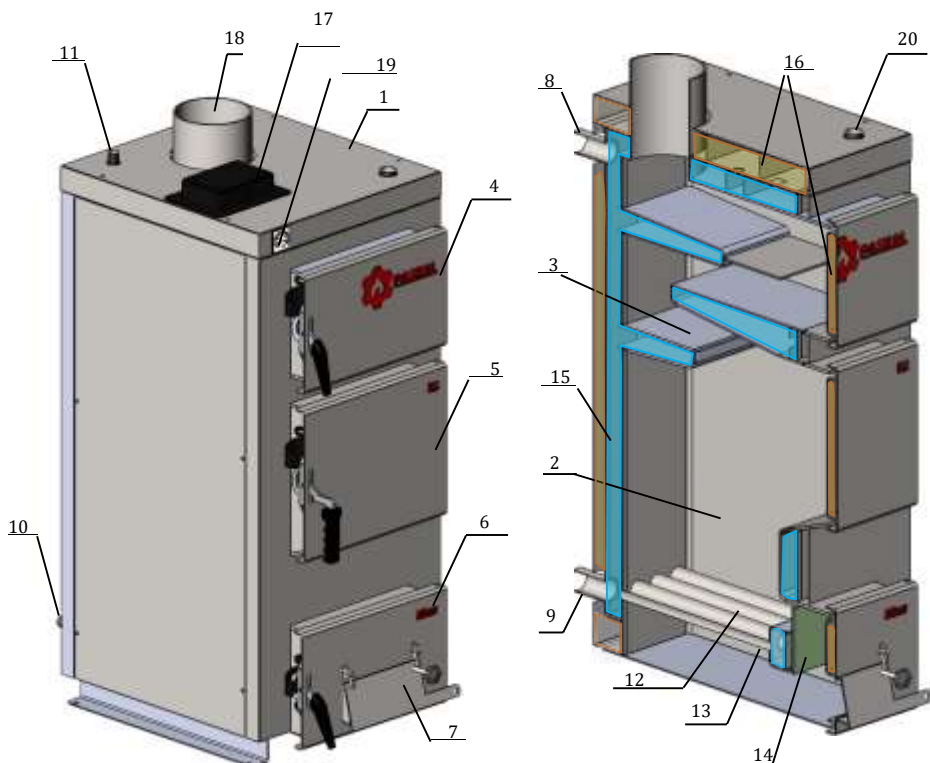

Рисунок 2 – Зовнішній вигляд та основні елементи котла ЕС (ECO)
Конструктивно котел являє собою збірно-зварену конструкцію, що складається з корпусу (поз. 1, рис. 2) з камерою згоряння (топкою) (поз. 2, рис. 2). Конвекційна частина котла складається з трьохходового теплообмінника (поз. 3, рис. 2), який розташований безпосередньо над топкою.
Корпус котла виконаний в формі паралелепіпеду з подвійними стінками, які розділені водними перегородками (поз. 15, рис. 2). На зовнішній поверхні корпусу під декоративною обшивкою та всередині двірцят закріплена теплова ізоляція. (поз. 16, рис. 2). Теплоізоляція в двірцятах виконана з керамоволокна, що використовується при футеруванні промислових термічних печей та має дуже низький показник теплопровідності.
Паливо для процесу спалення завантажується на колосникові ґрати (поз. 12, рис. 2) крізь завантажувальні двірцята (поз. 5, рис. 2). Згоряння палива в топці відбувається за участю повітря, яке постачається крізь вікно клапана подачі повітря (поз. 7, рис. 2), що закривається кришкою, під колосникові ґрати. Кількість повітря, необхідного для процесу згоряння, регулюється за допомогою механічного регулятора (не входить в комплект поставки). Також можливо під'єднання вентилятора до фланця (поз. 17, рис. 2). У такому випадку подача повітря для горіння буде відбуватись через внутрішні канали до повітряних форсунок, розташованих під колосниками (поз. 13, рис. 2)
Підведення і відведення теплоносія здійснюється відповідно через патрубки зворотної мережної води (поз. 9, рис. 2) і прямої мережної води (поз. 8, рис. 2).
Топочні гази виходять у димохід крізь боров (поз. 18, рис. 2), розташований у верхній частині котла.
У верхній частині корпусу котла розташований штуцер для встановлення запобіжного клапана котла (поз. 11, рис. 2). Запобіжний клапан не входить у комплект поставки.
Ревізійний двірцята (поз. 6, рис. 2), що розташовані на передній стінці котла, необхідні для періодичного чищення колосникових ґрат, а також для можливості спорожнення підколосникової зони.
Для можливості періодичного обслуговування (чищення) теплообмінника передбачені двірцята поз. 4 (рис. 2).
Приєднання котла до опалювальної системи необхідно здійснювати за допомогою фланців. Трубопровід прямої мережної води потрібно приєднати до патрубку прямої мережної води (поз. 8, рис. 2). Трубопровід зворотної мережної води потрібно приєднати до патрубку зворотної мережної води (поз. 9, рис. 2).
8.6.1 Провести завантажування палива в топку котла. Для цього відкрити завантажувальні дверцята (поз. 5, рис. 2) та укласти на колосникові грати (поз. 12, рис. 2) шар палива до меж нижньої кромки завантажувальних дверцят. На укладений шар палива розмістити розпалювальний матеріал: папір, тріски, дрова (у переліченій послідовності).
Для забезпечення герметичності дверцят поз. 4-7 (рис. 2) необхідно кожні два тижні змащувати ущільнюючі шнури дверцят графітним мастилом.
Перед повторним завантаження палива необхідно відкрити ревізійні дверцята поз. 6 (рис. 2), відкрити відбивач поз 16 (рис.2), та провести чистку колосникових ґрат за допомогою скребка. Закрити відбивач та дверцята поз. 6 (рис. 2). Потім відкрити завантажувальні дверцята та завантажити необхідну кількість палива. Повторити процедуру розпалювання (див. п. 8.6).